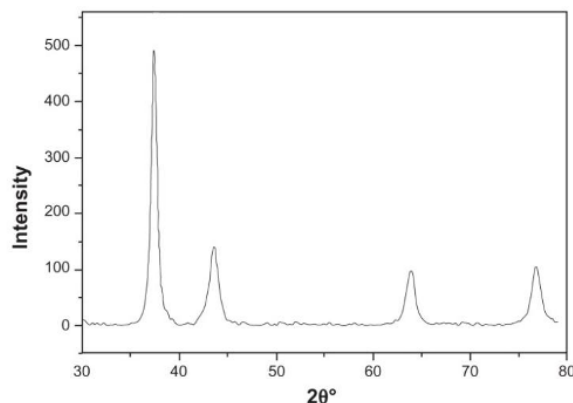

Рис. 1. Дифрактограмма кристалла, полученная с использованием $\text{Cu K}\alpha$ излучения, длина волны $\lambda=0,154$ нм.
1.3. Определить индексы Миллера интерференционных линий на дифрактограмме на рис. 1.
1.4. Определить полуширину интерференционной линии с индексами Миллера (111) используя дифрактограмму на рис. 1.
1.5. Определить интенсивность интерференционной линии с индексами Миллера (100) используя дифрактограмму на рис. 1.